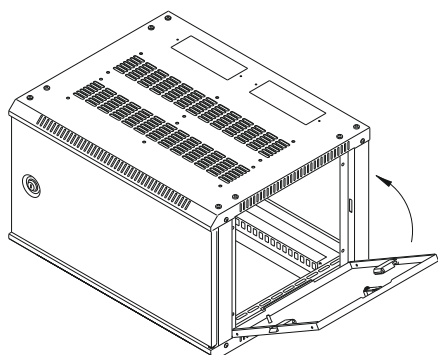

Рисунок 15
3.6 Вставьте собранные боковые панели в каркас. Замки-защёлки закроются автоматически. Замок переведите в положение «Закрыто» (рисунок 15).